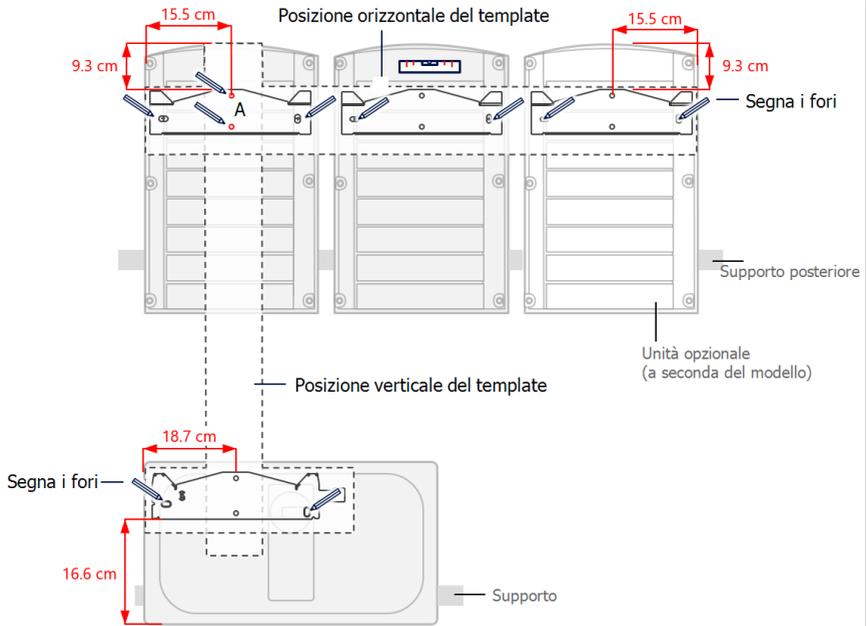

Figura 13: Marcatura delle posizioni in cui praticare i fori
Durante l'installazione dell'inverter su un telaio o su una guida, aggiungere un supporto nella parte inferiore del retro del Synergy Manager e delle unità Synergy per evitare che il fissaggio risulti instabile (vedere *Figura 13*)
3. Allineare la dima di montaggio orizzontalmente contro la parete e segnare le posizioni dei fori per la staffa delle unità Synergy (vedere le icone delle matite nella *Figura 13*).